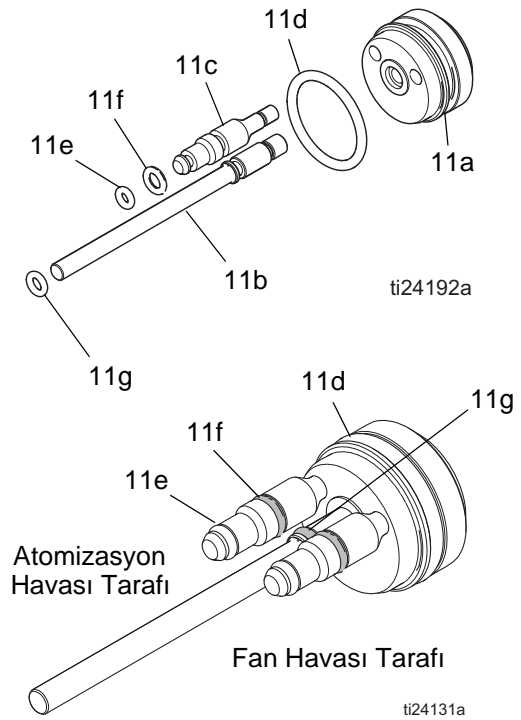

FIG. 32. Piston O-Halkaları
4. Piston başlığı (13) tabancanın arkasından sökün.
5. Pistonu tabancanın arkasından dışarı itirmek için piston çubuğunu (11) itirin.
6. O-halkalarını (11d, 11e, 11f, 11g) hasar yönünden inceleyin. Bkz. Table 3 ve FIGURE 32.